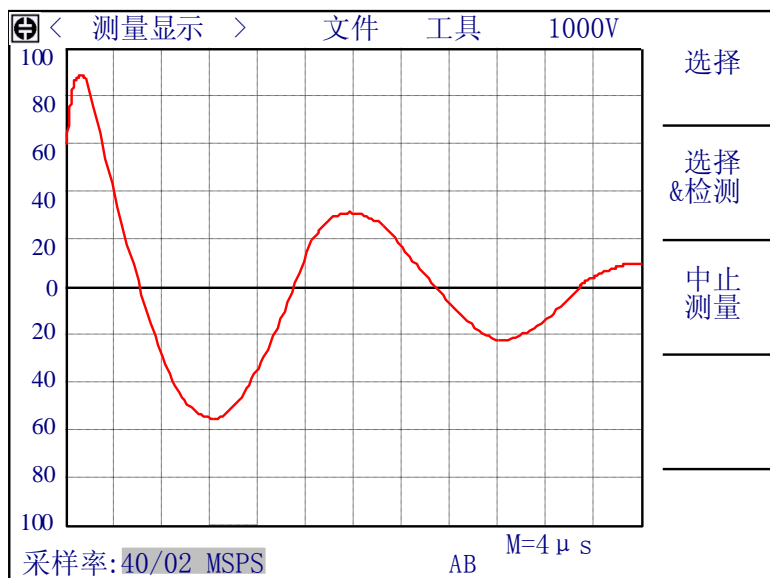

图 4-8 标准波形采样-连续循环
1. 连续循环: 按下启动键后, 仪器将循环的测试每个采样率下的标准波形, 而且每两次测试间将等待一段时间, 等待用户的操作, 此时可用的软键如图 4-8 所示。